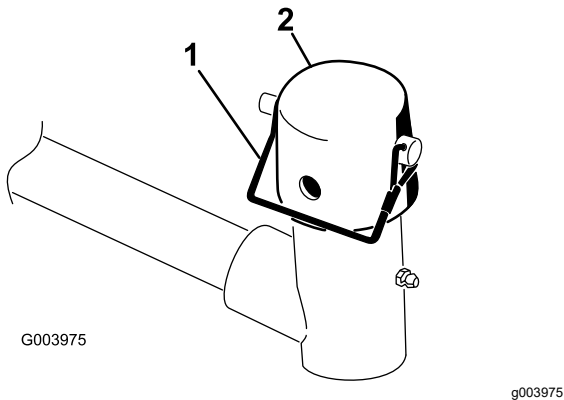

Figura 9
2. Retire el pasador de seguridad y el tapón de la horquilla de pivote del brazo de elevación (Figura 9).
Nota: Utilice la ranura si se desea una unidad de corte dirigitible, y utilice el orificio si la unidad de corte va a quedar bloqueada en una posición fija (Figura 9).